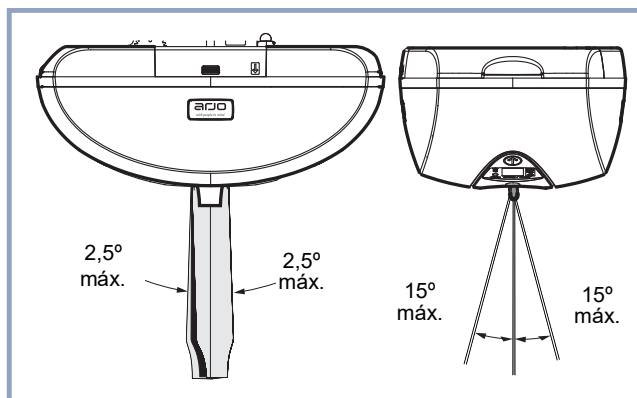

Figura 7
- Al subir o bajar al paciente, recuerde siempre que debe mantener la correa lo más recta posible por razones de seguridad y para evitar el desgaste prematuro de los componentes de la grúa. Nunca exceda los valores máximos que se muestran en Figura 7.